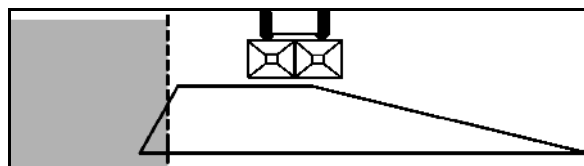

Fig. 49
3. Kraštų barstymas (Fig. 49):